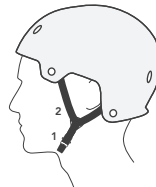

Abb. 4. Linke Schnalle (1), linker Schläfenriemen (2)
3. Schieben Sie den Riemeneinsteller auf dem linken Schläfenriemen (Abb. 4), bis der Riemeneinsteller direkt unter Ihrem linken Ohrläppchen sitzt.